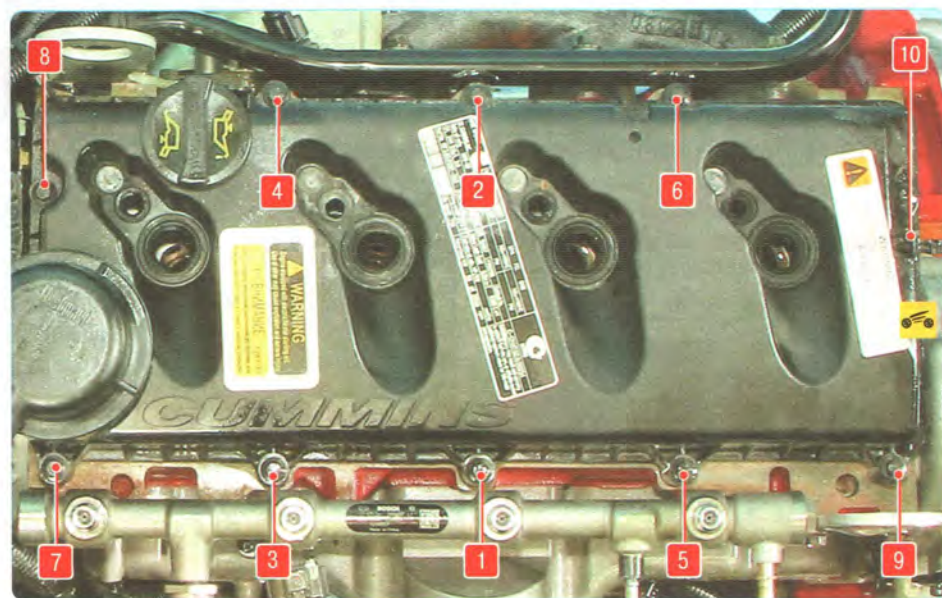

Рис. 5.7. Последовательность затяжки болтов крепления крышки головки блока цилиндров
17. Установите крышку головки блока цилиндров и все снятые детали в порядке, обратном снятию. Болты крепления крышки затягивайте моментом 10 Н·м в порядке, показанном на рис. 5.7.